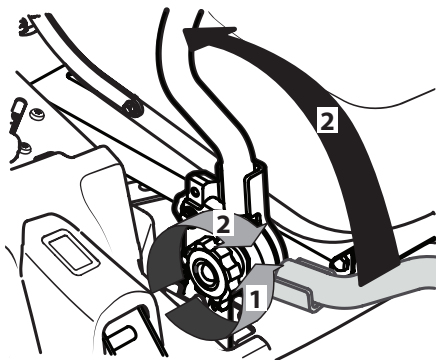

Figure 2-4
1. Desserrez le bouton de réglage situé sur le côté de chaque barre de conduite. Voir Figure 2-4.
2. Soulevez et faites pivoter la barre de conduite vers le haut à la position désirée, puis resserrez le bouton de réglage pour fixer la barre de conduite en place. Voir Figure 2-4.